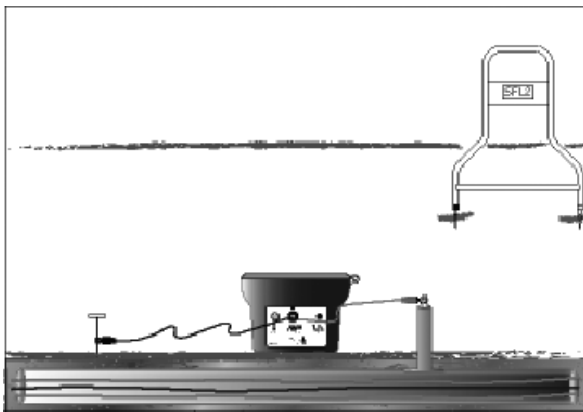

Figura 3-1. Collegamento del cavo nero al dispersore e del cavo rosso al cavo guasto
4. Inserire il dispersore nel terreno e collegare il cavo nero al dispersore. Stabilire il miglior collegamento possibile di messa a terra. Vedi Figura 3-1.
5. Collegare il cavo rosso alla guaina del cavo guasto. Vedi Figura 3-1.